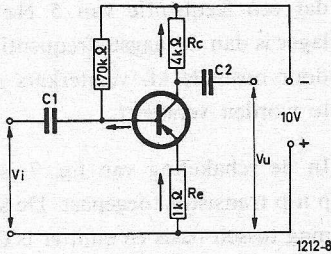

Fig.8
- a. Daar het hier een p-n-p transistor betreft, moet de collector een negatieve spanning hebben t.o.v. de basis. De polariteit van de batterij dient dus te zijn zoals in fig. 8 is